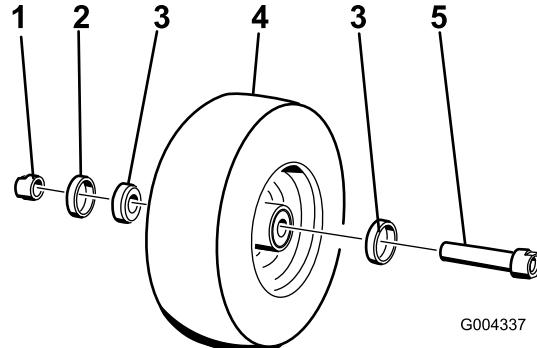

Figure 28
6. Retirez un des écrous-entretoises (avec méplats) de l'essieu (Figure 28).
7. Déposez l'essieu sans retirer l'écrou-entretoise opposé (Figure 28).
10. Insérez le roulement, assorti d'un joint neuf, dans la roue (Figure 28).
12. Montez l'assemblage écrou et essieu dans la roue du côté roulement, avec un joint neuf (Figure 28).
14. Insérez le second roulement, assorti d'un joint neuf, dans la roue (Figure 28).